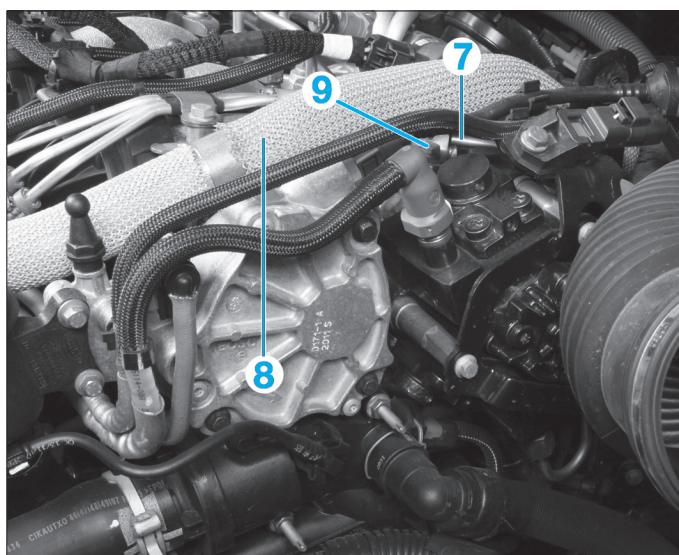

Fig. 31
- Sans déposer le tube EGR (8), déposer la vis (9) de la patte de maintien de la conduite haute pression (7) (Fig.31).